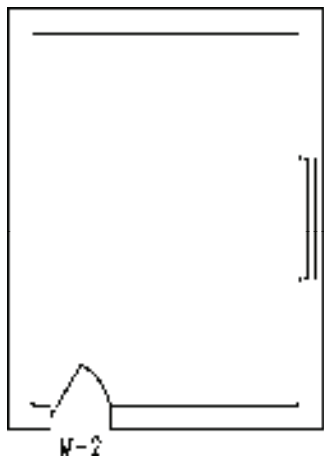

图 7-44 打开素材
1) 按〈Ctrl+O〉组合键, 打开配套光盘提供的“第 7 章/7.2.3 偶数分格.dwg”文件, 如图 7-44 所示。